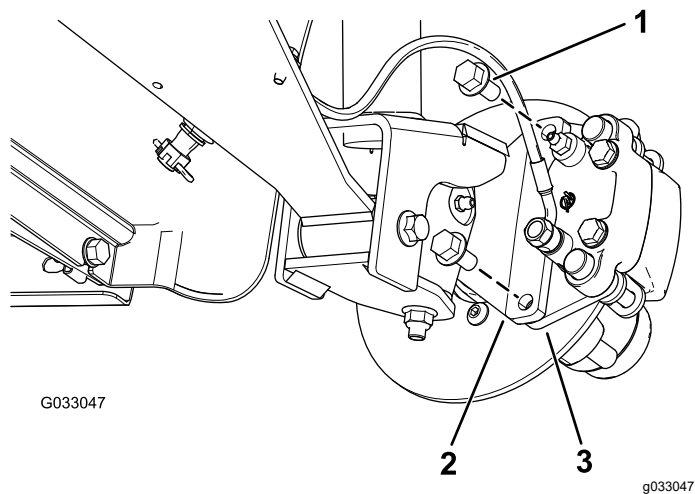
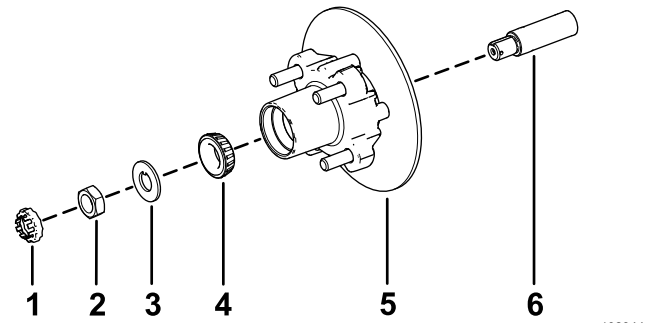

图 32
图 36
3. 卸下将制动器总成支架固定到主轴的凸缘头螺栓 $\frac{3}{8} \times \frac{3}{4}$ 英寸将制动器与主轴分开 图 32。
1. 在主轴上涂上薄薄一层指定润滑脂图 36。
2. 将轮毂和转子组装到带内转子的主轴上图 36。
3. 将外置轴承组装到主轴上并将轴承放置到外置座圈内图 36。
4. 将止动垫圈组装到主轴上图 36。
5. 将主轴螺母拧到主轴上上紧螺母扭矩至 15N·m 同时旋转轮毂将轴承调整到位图 36。
2. 将刹车踏板与转子的任意一侧对齐 图 32 将制动盘托盘中的孔与主轴机架的制动器安装架中的孔对齐 图 36。
3. 用 2 个凸缘头螺栓 $\frac{3}{8} \times \frac{3}{4}$ 英寸将卡钳支架固定到主轴机架上 图 32。